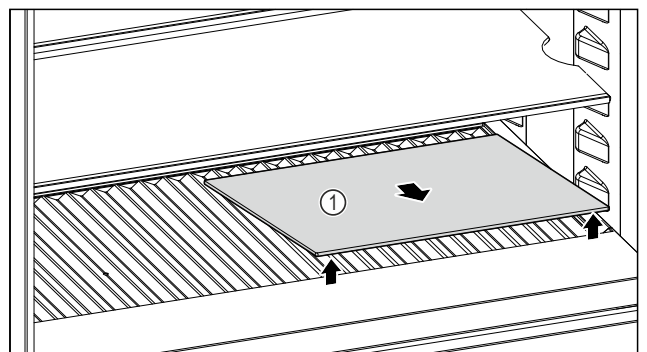

Fig. 254
- Nosta lasilevyä Fig. 254 (1) edessä olevasta syvennyksestä ja ota ulos.
- Säilytä lasilevyä Fig. 254 (1) turvassa laitteen ulkopuolella.